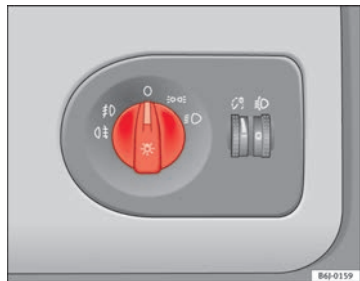

Fig. 54 Dettaglio della plancia portastrumenti: interruttore luci, fari fendinebbia e retronebbia
- Girare l'interruttore ➔ fig. 54 sulla posizione ☀.